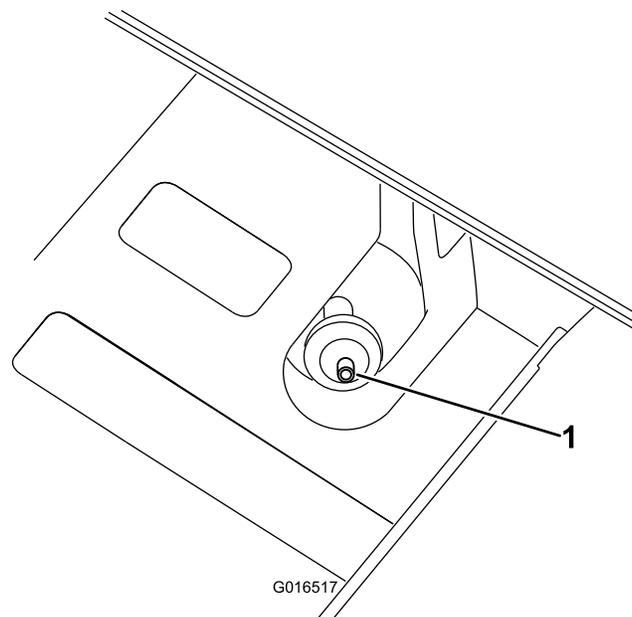

Figura 25
1. Localize o filtro de ar na zona inferior do recipiente de carbono (Figura 25).